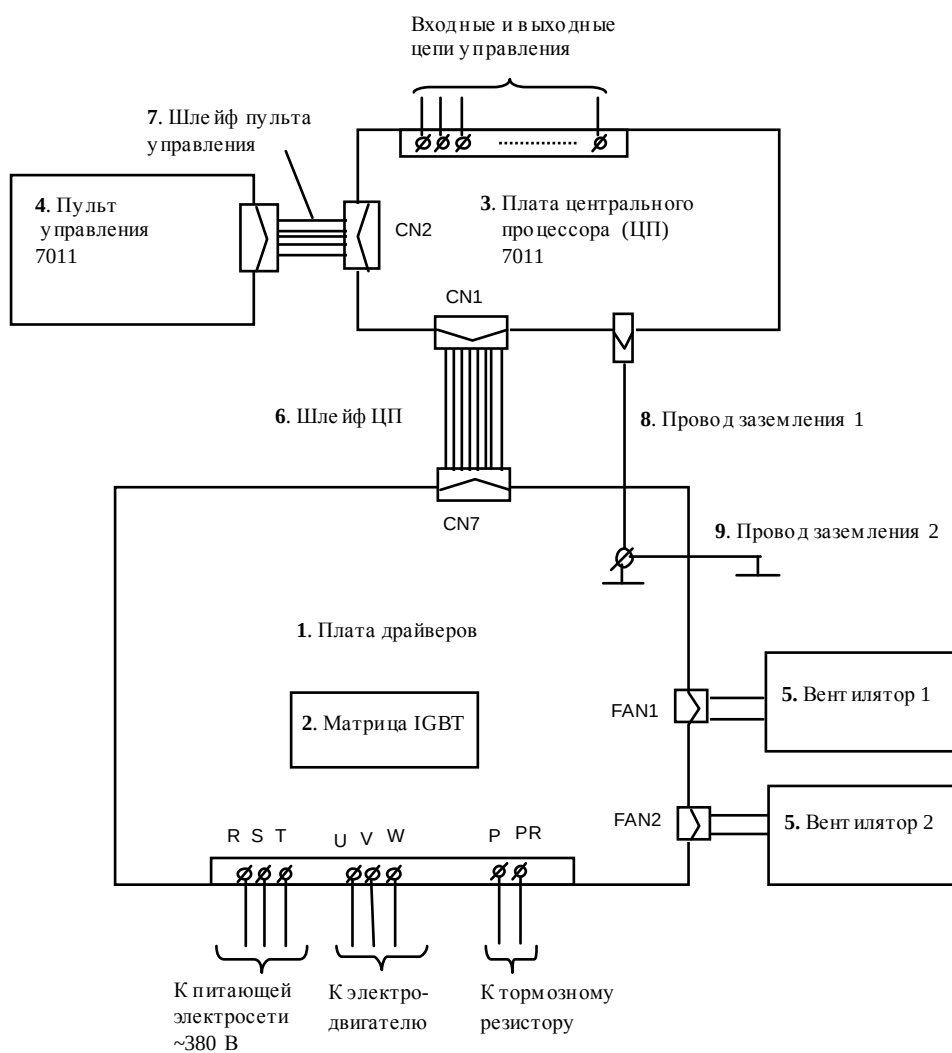

Рис. 4.2. Блок-схема преобразователей частоты EI-7011-001H...007H
4.3. Блок-схема преобразователей частоты EI-7011-001H...007H приведена на рис. 4.2, структурная схема преобразователей - в Приложении 1.
4.4. Фотографии сменных узлов, входящих в состав преобразователей частоты EI-7011-001H...007H, приведены в табл. 4.1. (порядковые номера соответствуют рис. 4.2).